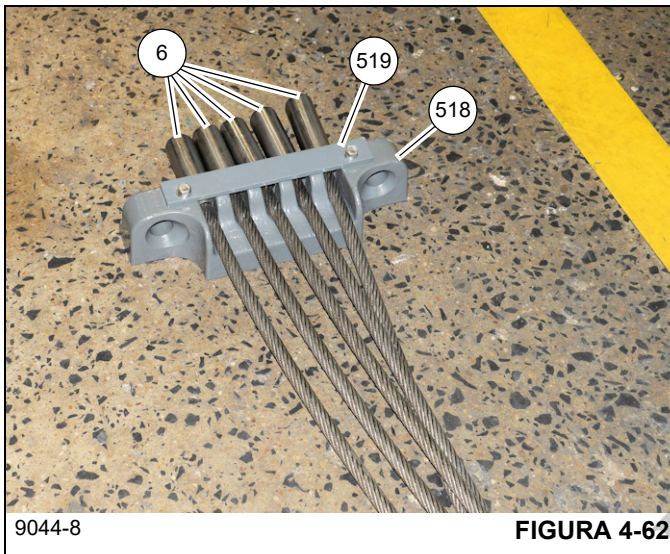

FIGURA 4-62
placa (519) y dos pernos, arandelas y arandelas de seguridad (537, 531, 530) (vea la Figura 4-62).